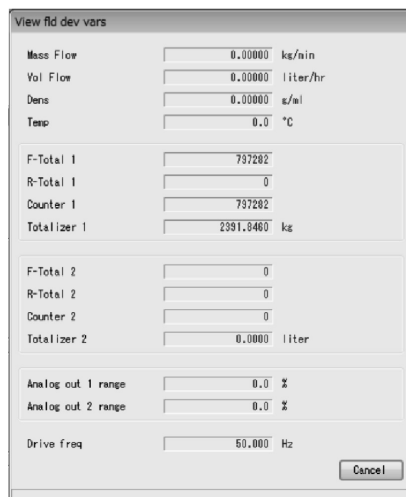

図17
- ① 画面上部メニューの「Process Variables(V)」をクリックし、「View fld dev vars」を選び再度クリックします。
- ② 次のウィンドウ (図17)が表示されます。